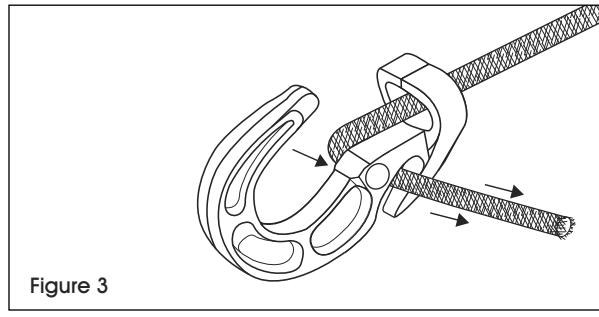

Figure 3
3. Tirez la corde à travers l'ouverture au dos du crochet. (Voir Figure 3)